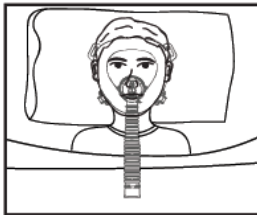

Figure 2
- Placer le masque sur le visage du patient ajuster les sangles en tirant sur le cou de fixation (voir figure 2)